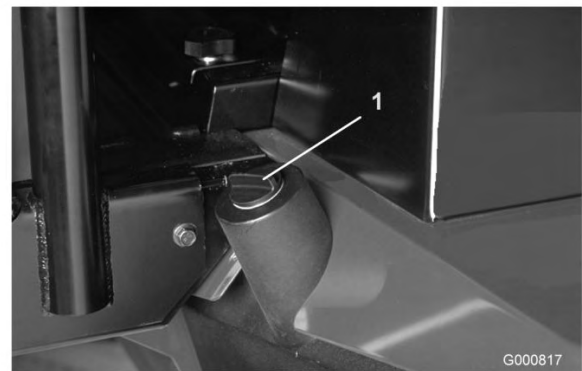

Bild 36
2. Reinigen Sie den Bereich um den Einfüllstutzen und den Deckel des Hydraulikbehälters (Bild 36). Schrauben Sie den Deckel vom Einfüllstutzen ab.